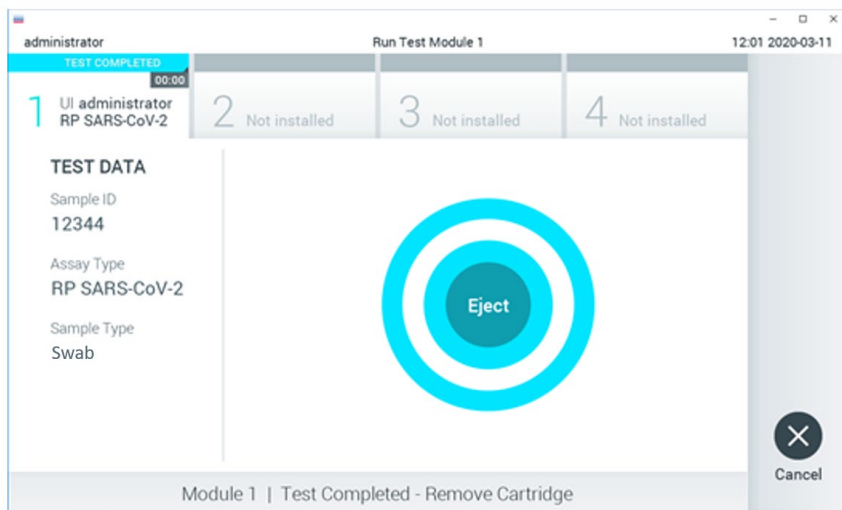

Figure 16. Affichage de l'écran Eject (Éjection).
14. Une fois le test terminé, l'écran Eject (Éjection) apparaît (figure 16) et la barre d'état du module affiche le résultat du test sous l'une des options suivantes :